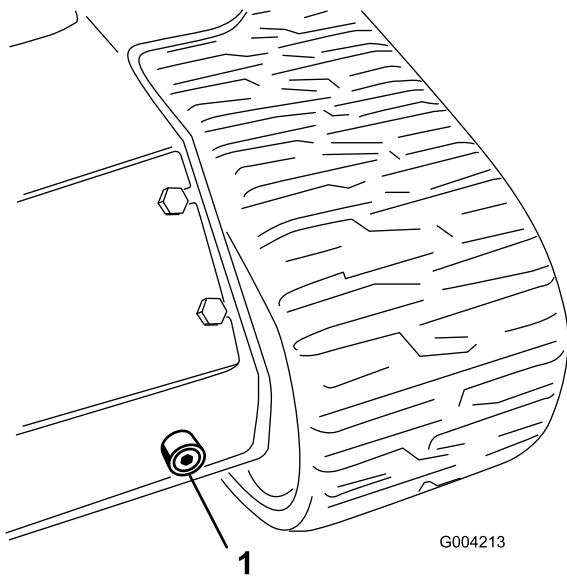

Figure 57
- Placez un grand bac de vidange (d'au moins 15 gallons de capacité) sous le bouchon de vidange à l'avant de la machine (Figure 57).
- Retirez le bouchon de vidange pour permettre à l'huile de s'écouler dans le bac de vidange (Figure 57).